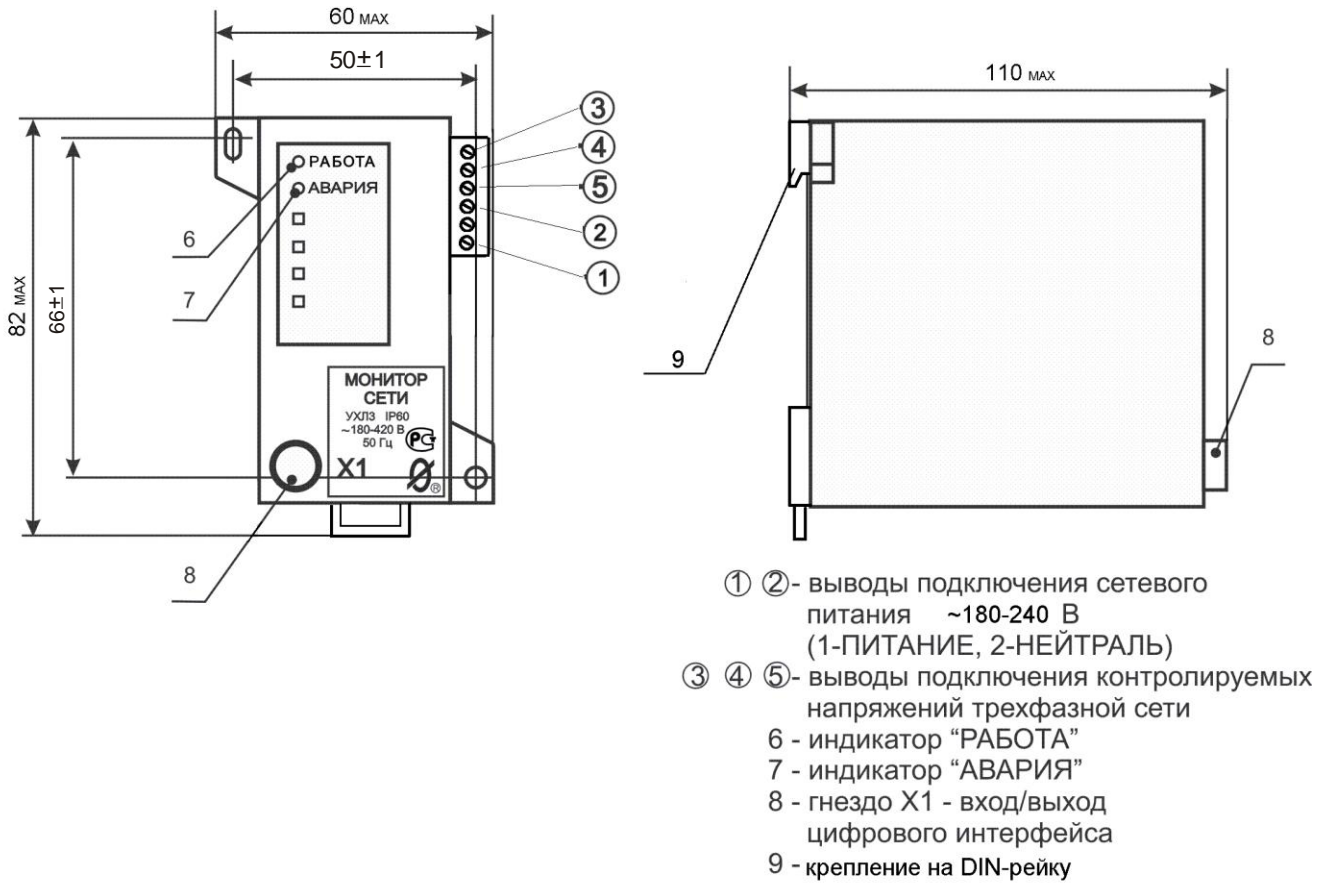

Рисунок 1 - общий вид монитора сети, расположение органов индикации и управления
4.2 Монитор (рис.1) является электронным изделием, производящим контроль напряжений трехфазной электрической сети.